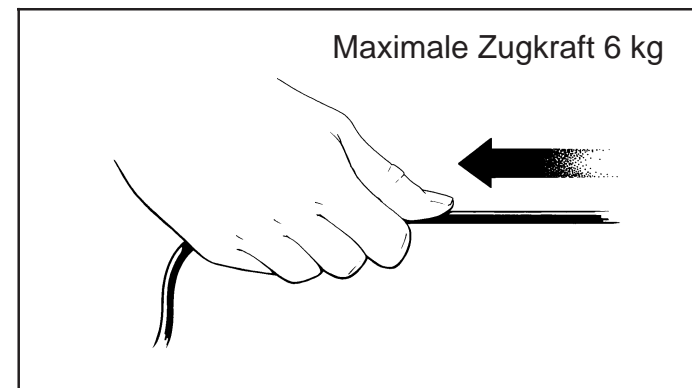

Abbildung 4
4. Die max. Zugkraft am Sensor darf 6 kg nicht überschreiten. Höhere Zugkräfte können eine Beschädigung des Sensors bewirken, was dann nicht unbedingt am äußeren Mantel zu erkennen ist. Siehe Abbildung 4.